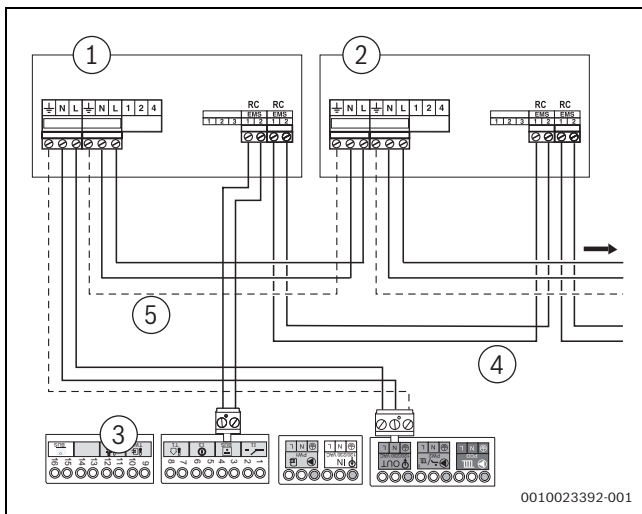

Bild 58 Anschluss mehrerer Funktionsmodule
- ▶ EMS-Busanschluss des ersten Moduls für das zweite Modul verwenden. Hierzu das mit dem Modul mitgelieferte Kabel verwenden (→ Bild 58, [4]).
- ▶ 230 VAC Netzkabelanschluss des ersten Moduls für das zweite Modul verwenden. Hierzu das mit dem Modul mitgelieferte Kabel verwenden (→ Bild 58, [4]).